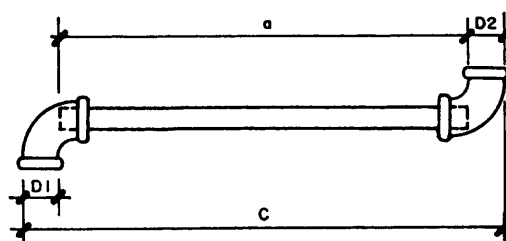

Fig. 6
2. Dada la medida de "cabeza a cabeza", letra "C", (fig. 6), conseguir la medida "a" del tubo, restando de "C" la suma de los diámetros de las conexiones, D1 + D2 (fig. 6).